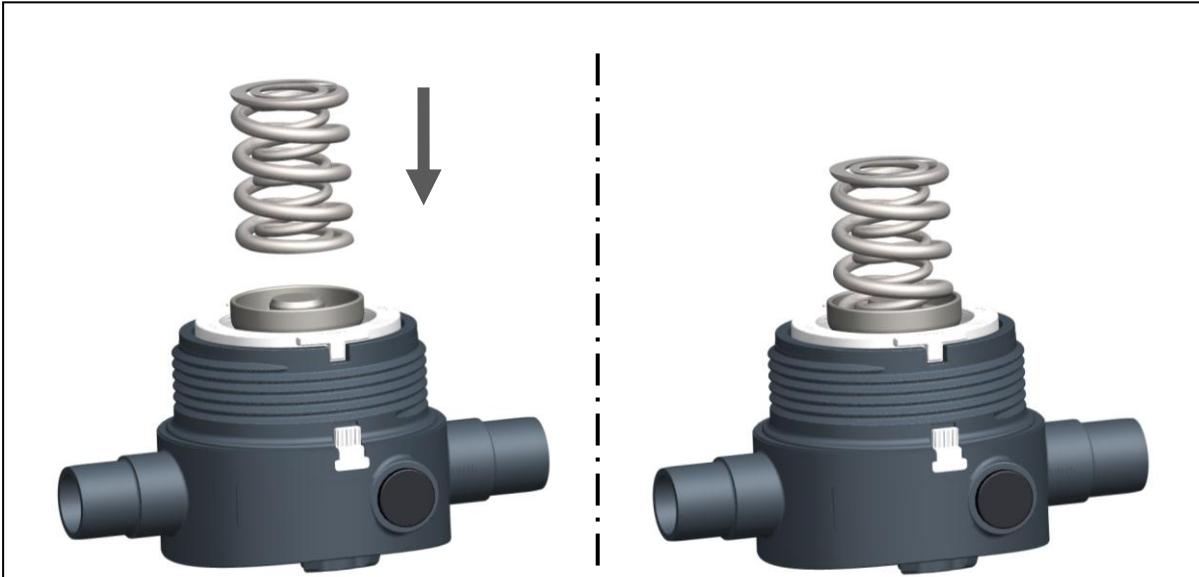

Fig. 15
- Colocar los resortes sobre la pieza de compresión, ver la fig. 15.